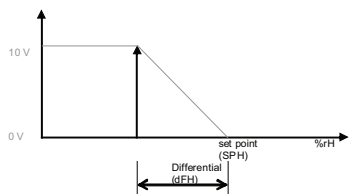

Fig. 2
- a regolazione proporzionale (default): l'algoritmo di controllo funziona come da diagramma in Fig. 2 dove la richiesta di umidificazione è massima (10 V su uscita 7 AOUT) fino al raggiungimento della soglia dell'intervallo "set point - differenziale". Dopo il raggiungimento di tale soglia il livello dell'uscita di Clima diminuisce gradualmente all'interno del differenziale impostato fino a portarsi a 0 V al raggiungimento del set point.
- proportional regulation (default): The control algorithm works as shown in Fig. 2 diagram where humidity request is at maximum (10 V on output 7 AOUT) until the "set point - differential" range threshold is reached. After this threshold is reached, the clima output level gradually lowers within the set differential to 0 V when the set point is reached;